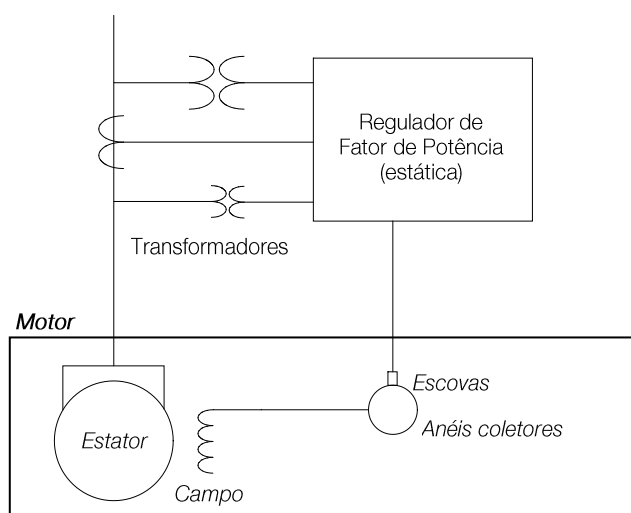

Figura 4.5: Esquema de ligação geral (motor síncrono com escovas)
- A Figura 4.5 mostra o esquema de ligação unifilar de um motor síncrono com escovas.